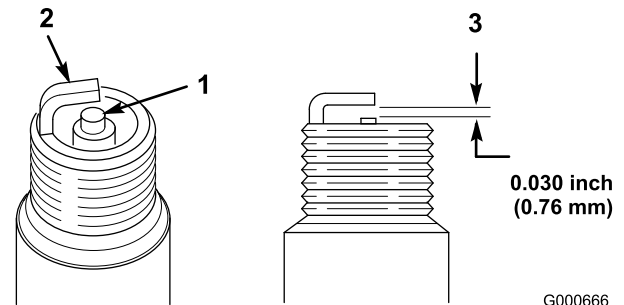

Figura 26
- Mire la parte central de la bujía (Figura 26). Si se observa un color gris o marrón claro en el aislante, el motor está funcionando correctamente. Si el aislante aparece de color negro, significa que el limpiador de aire está sucio.
- Compruebe la separación entre los electrodos central y lateral (Figura 26) y doble el electrodo lateral si la separación no es correcta.